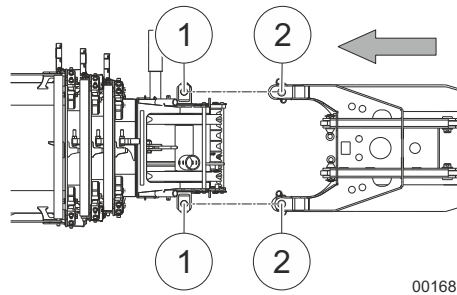

Fig. 147 Elevação da lança volante até a lança telescópica
- 14 Alinhe a lança volante com a cabeça da lança telescópica. Os furos da lança volante (2) e da lança telescópica (1) na Fig. 147 devem estar alinhados.